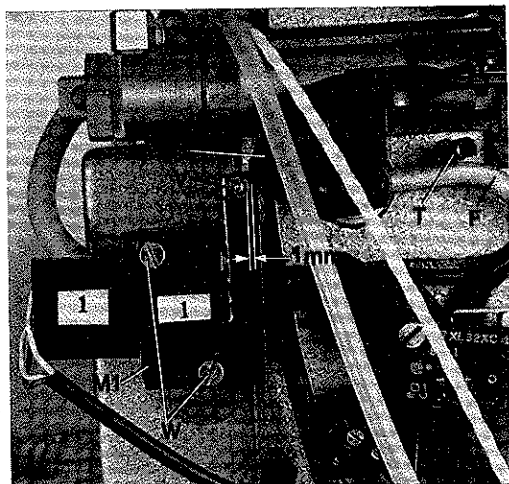

Fig.59
Press up actuating lever (F, Fig. 59) so it rests on roll pin (T) and trigger cam (U) actuates the micro switch (M2). In this position the roller lever (V) of switch should have an end play of approx. 1 mm (.040 in.) to the rear (see Fig. 59). For adjustment loosen the two screws (W) and position micro switch as required. Retighten screws.
Drücken Sie den Schaltbügel (F, Fig. 59) nach oben, so daß er an der Spannhülse (T) anliegt und die Schaltkurve (U) den Mikroschalter (M2) betätigt. In dieser Stellung muß der Rollenhebel (V) des Schalters noch etwa 1 mm Spiel nach hinten haben (siehe Fig. 59). Zur Einstellung lösen Sie die beiden Schrauben (W) und positionieren den Mikroschalter entsprechend. Ziehen Sie die Schrauben wieder an.